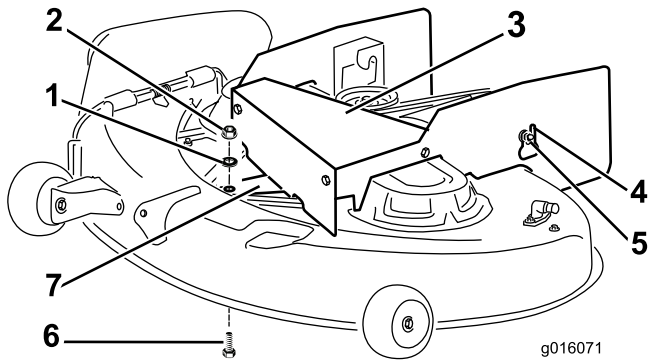

Figure 3
- Fixez la patte à l'avant du plateau avec le boulon, la rondelle et l'écrou existants que vous venez de mettre de côté (voir Figure 3).
B. Pour chaque côté du déflecteur assemblé, insérez l'écrou à embase desserré précédemment dans la grande ouverture située près de l'arrière du déflecteur (Figure 3).